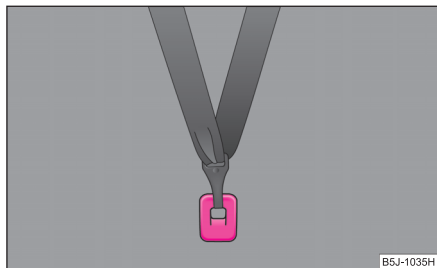

Fig. 133 Scaunul din spate: Top Tether
La autovehiculele cu bancheta din spate secționată*, pentru mărirea siguranței copiilor transportați, scaunele sunt echipate cu sistemul de fixare „Top Tether” ⇒ fig. 133.
- Fixați scaunele pentru copii cu sistem „Top Tether” numai în locurile special prevăzute ⇒ fig. 133.